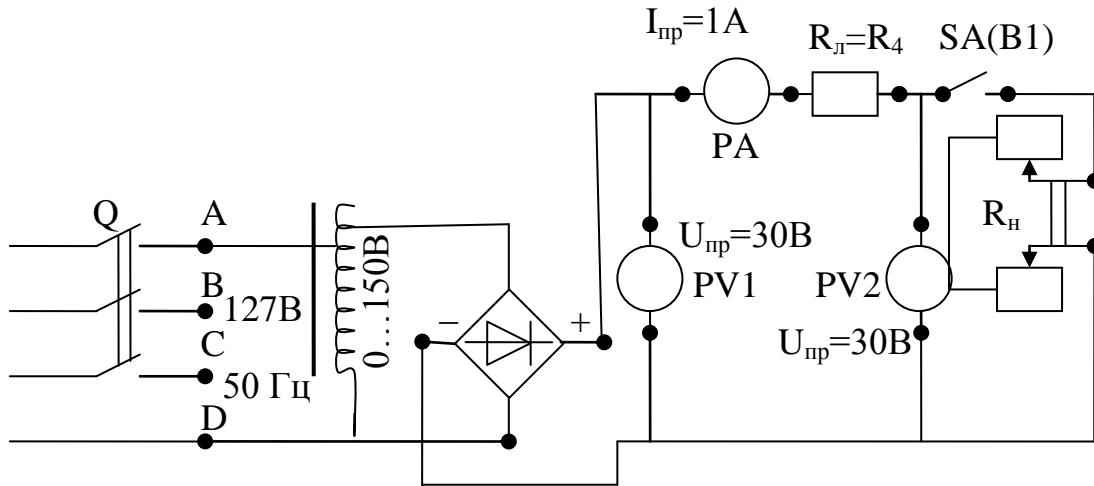

Рисунок 4.1. Электрическая схема экспериментальной установки.
5.2. Собрать электрическую схему (рис. 4.1) и дать её проверить лаборанту или преподавателю. При этом выключатели должны находиться в выключенном состоянии (нижнее положение), а регулятор автотрансформатора в положении до упора против часовой стрелки.